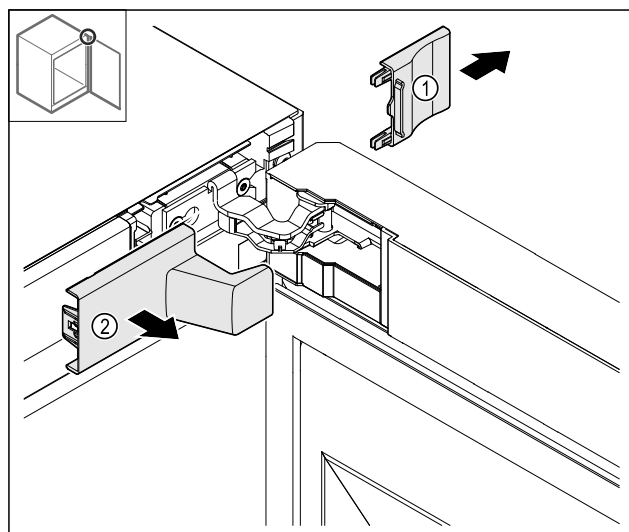

Fig. 14
- Odstraňte kryt Fig. 14 (1) a pak Fig. 14 (2).